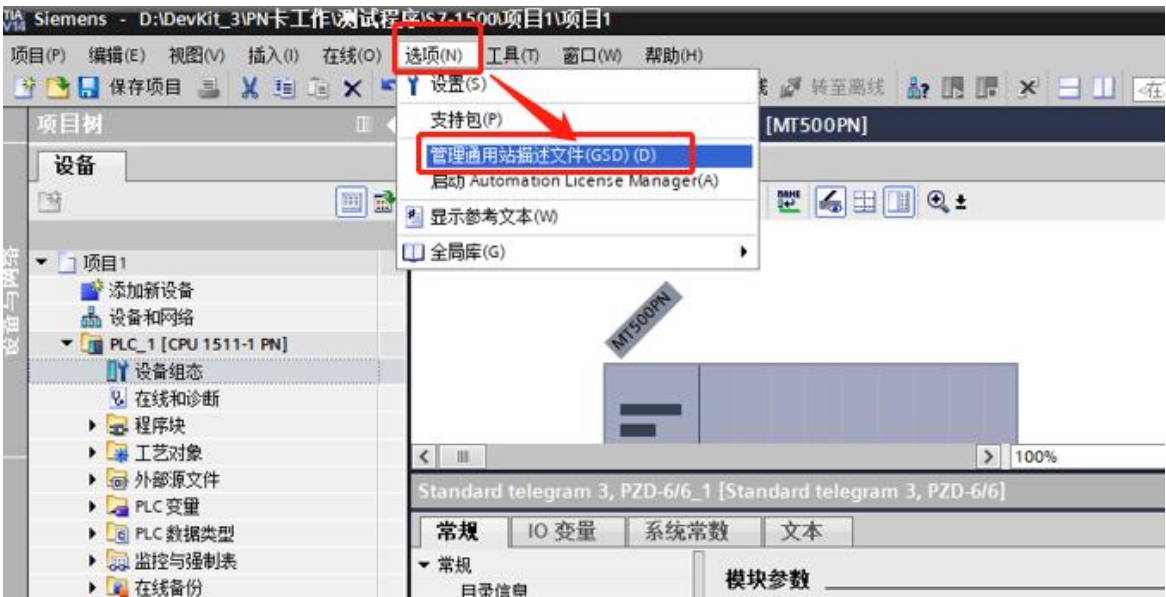

图 10 管理 GSD 文件
(1) 如图 10 所示：点击“选项”->“管理通用站描述文件(GSD)”